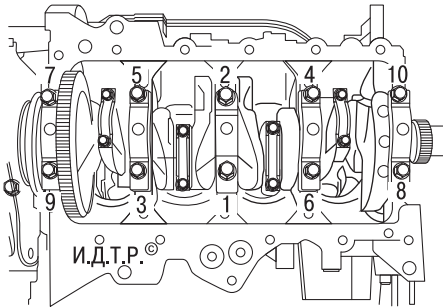

Рис. 5.18. Порядок затяжки болтов крепления крышек коренных подшипников коленчатого вала
3. Выверните болты 8 (рис. 5.17) крепления крышек коренных подшипников коленчатого вала в порядке, обратном затяжке при установке (см. рис. 5.18).
19. Установите болты крышек, затяните болты моментом 17,7–21,6 Н·м в порядке, указанном на рис. 5.18.